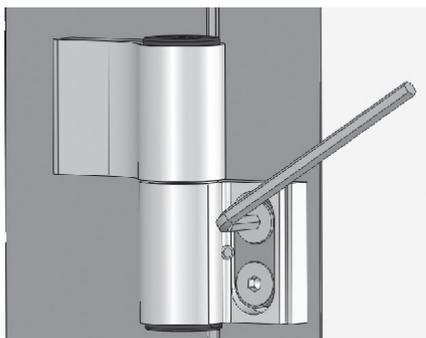

Рис. 40
18.4 Устранить осевой зазор между полупетлями. Затянуть винты М8×30 имбусовым ключом 5 мм (Рис. 40).